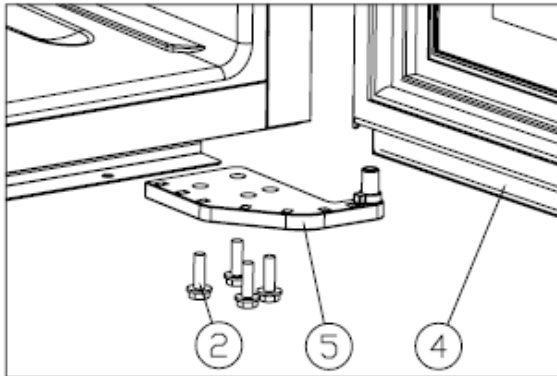

Figure 2
Schrauben M5*16 (2) herausdrehen, unteres rechtes Scharnier entfernen (5). [Figure 2]